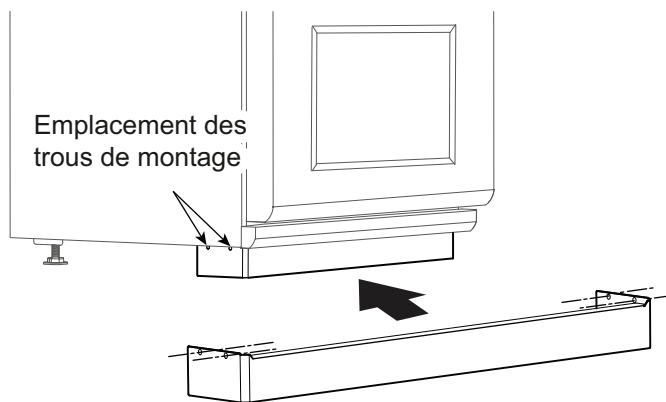

Figure 36 : Installation de la plinthe
- Enlevez les recouvrements des pattes. Pour ce faire, faites glisser la manche extérieure des recouvrements de pattes vers le bas, en enlevant les encoches extrudées de la base en aluminium (voir Figure 36).